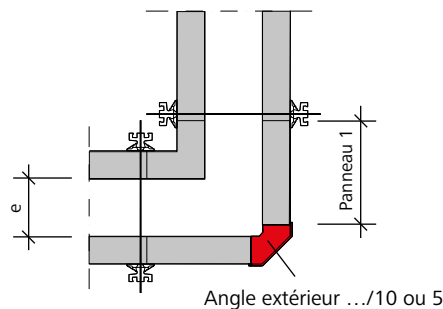

Fig. 29.4
- Angle extérieur 5 = épaisseur du voile en cm + 20 (Fig. 29.4).